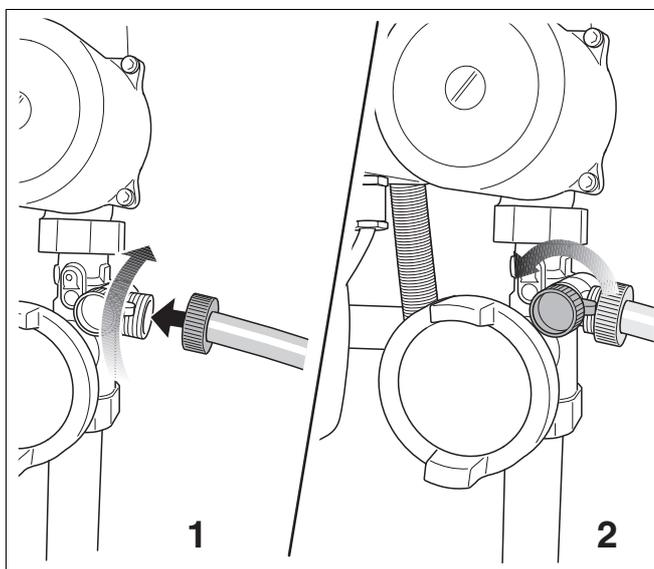

Fig. 66 Collegare la tubazione / aprire il rubinetto di carico e scarico
- Aprire il rubinetto di carico e scarico (fig. 66, **pos. 2**).